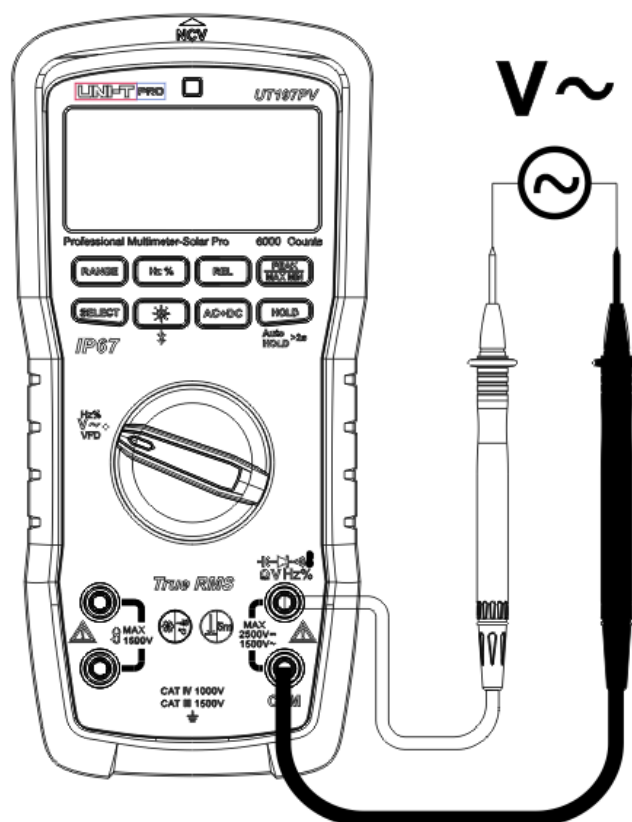

Figure 5
2. Mesure de tension AC (Figure 5)